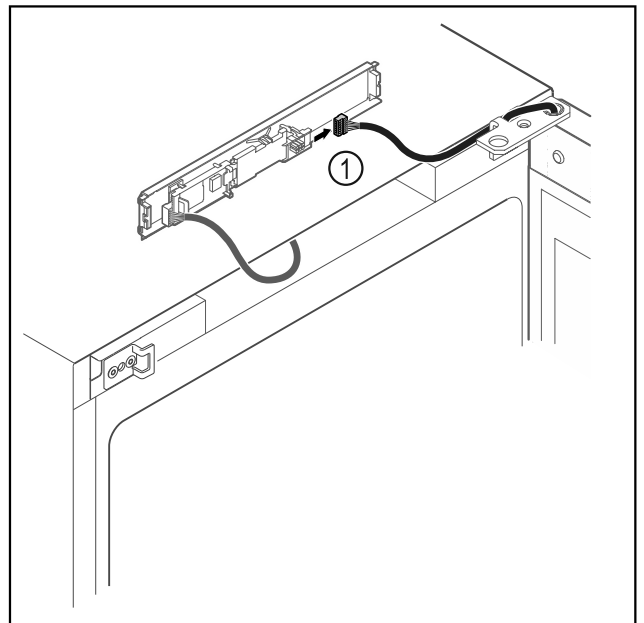

Fig. 20
- ▶ Витягнути штекер Fig. 20 (1) з плити.